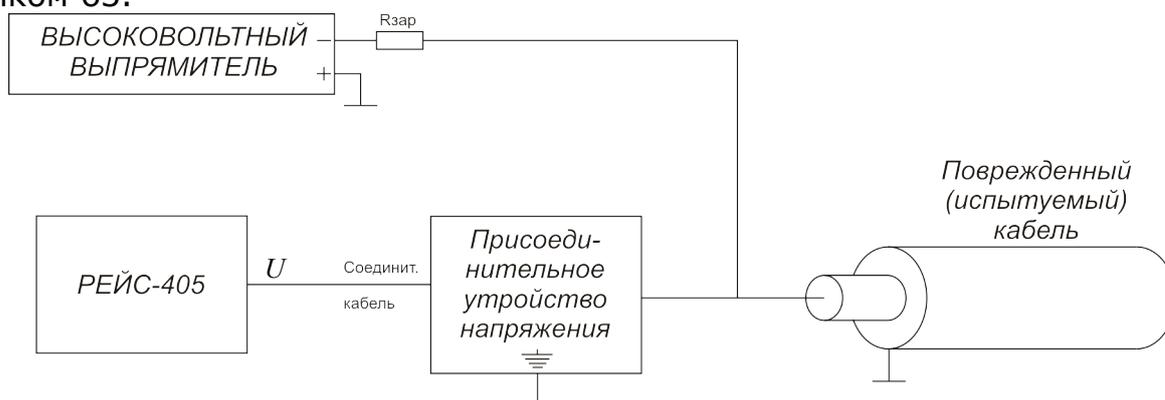

Рис. 63
- правильность собранной схемы согласно рис. 63.